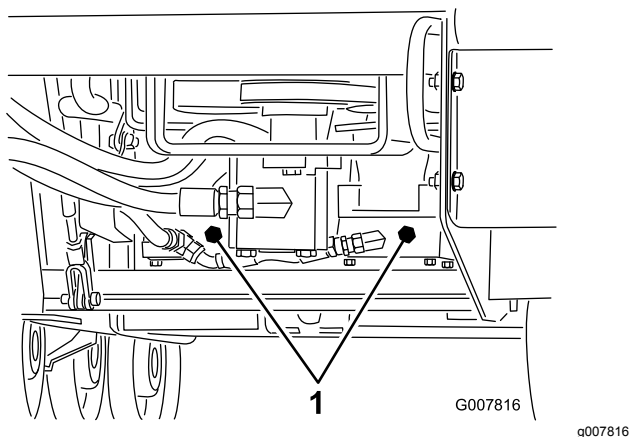

Figura 17
4. Com chave de boca, gire as válvulas de reboque nas bombas hidráulicas duas vezes no sentido anti-horário (Figura 17).